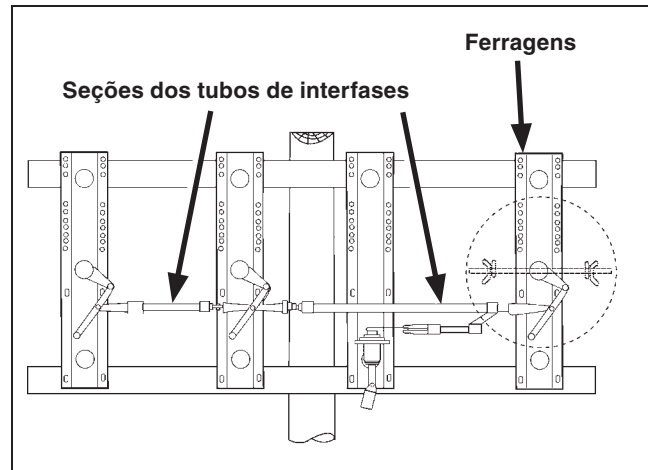

Figura 12. Tubos interfases conectando os polos da chave às ferragens.
PASSO 9. Instale as seções de tubos conectando os polos da chave e o conjunto (ou conjuntos) de ferragens. Ver Figura 12. Siga as instruções da seção “Instalação dos Acoplamentos dos Tubos” na página 13.